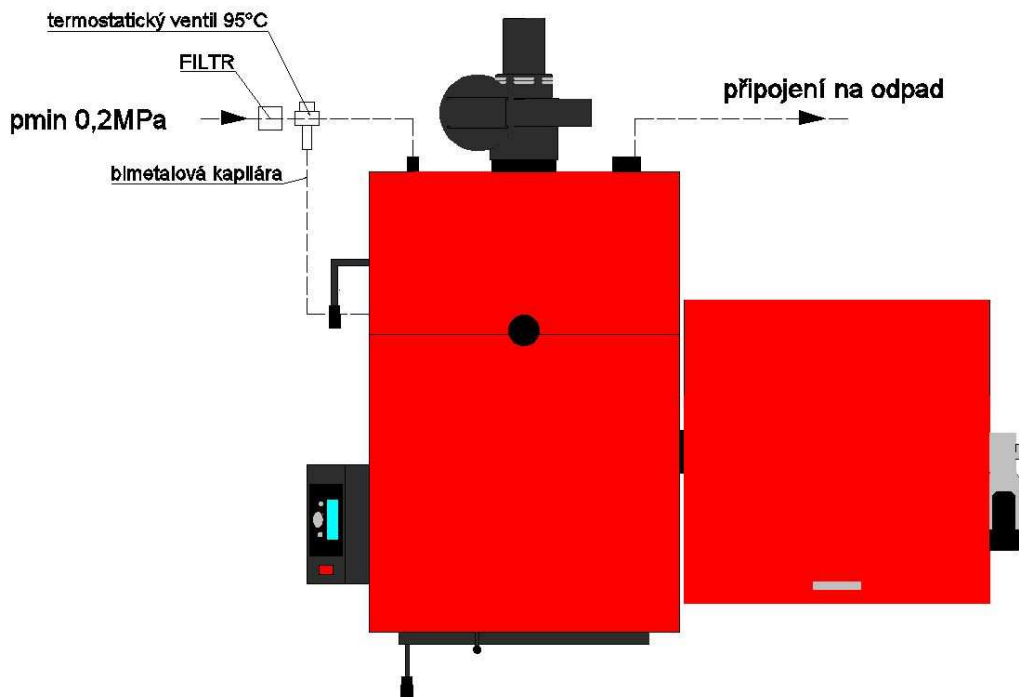

Abb. Nr. 5 Nachkühlschleife
Der Anschluss der Nachkühlschleife (sofern keine andere Lösung vorhanden) erfolgt gemäß Abb. Nr. 5. An einem 1/2"-Ausgang wird die Hauptwasserleitung angeschlossen, am anderen 1/2"-Ausgang wird der Abfluss in die Kanalisation angeschlossen.
4. In die Muffe an der linken Kesselseite den Bimetall-Einsatz schrauben, siehe Abb. Nr. 5